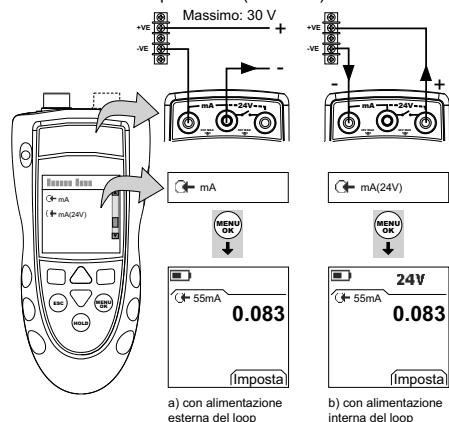

Figura 7: Esempio configurazione – Misurazione di mA
- Collegare lo strumento (Figura 7) e, se necessario, modificarne il Setup (Tabella 1).
- Solo per DPI802/802P. Collegare lo strumento all'apparecchiatura di calibrazione (Figura 7).